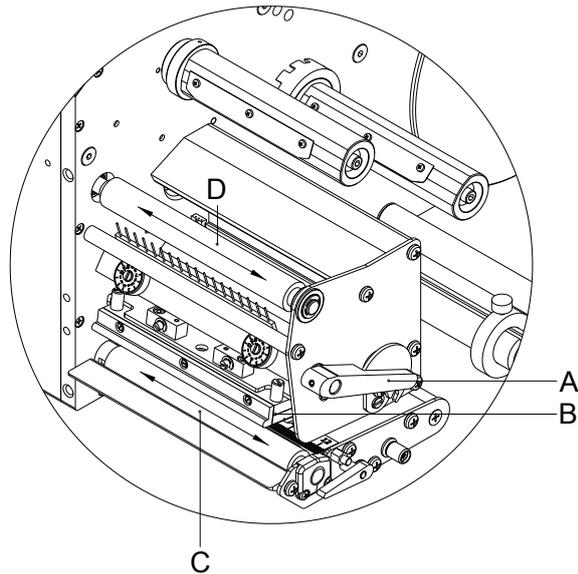

Abbildung 5
1. Andruckhebel (A, Abbildung 5) gegen den Uhrzeigersinn drehen, um den Druckkopf zu entriegeln.